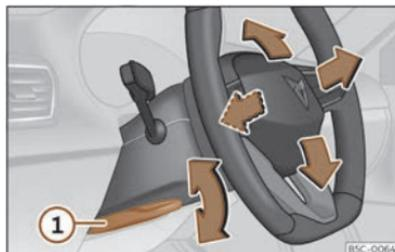

Fig. 65 Leva nella parte inferiore del lato sinistro del piantone dello sterzo.
- Tirare la leva >>> **fig. 65** ① verso il basso, muovere il volante verso la posizione desiderata e risollevarlo la leva fino al punto di chiusura.
- Dopo aver regolato il piantone dello sterzo, spingere fermamente la leva >>> **fig. 65** ① verso l'alto affinché il volante non cambi posizione accidentalmente durante la marcia.